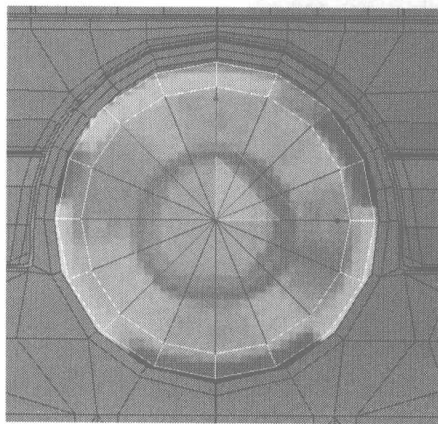
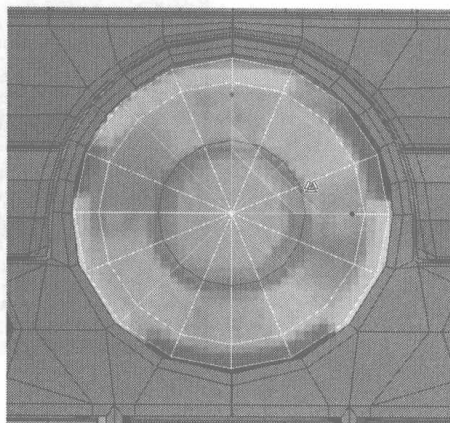

图 4.593
图 4.594
- 49** 选择圆柱体中间如图 4.593 所示的边线，在视图中单击右键，在弹出的快捷菜单中选择 Connect 命令为其中间添加一条细分线，再用缩放工具同比例放大，如图 4.594 所示。